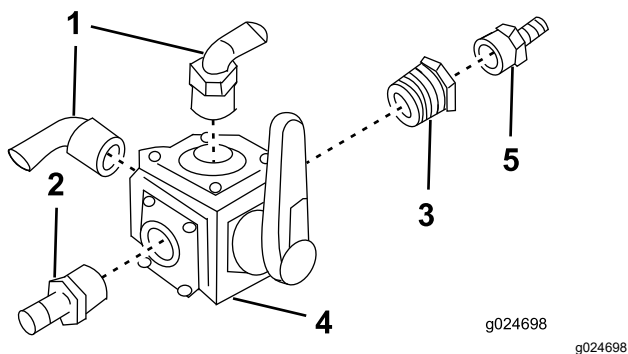

Figura 24
- Montai fittingurile inelate de 90°, fittingul inelat drept (1 inch NPT x 3/4 inch), fittingul reductor i fittingul inelat drept (3/4 inch NPT x 1/2 inch) în supapa cu 4 căi, conform indicațiilor din Figura 24.
Important: Asamblai fittingurile inelate de 90° conform indicațiilor din Figura 24.